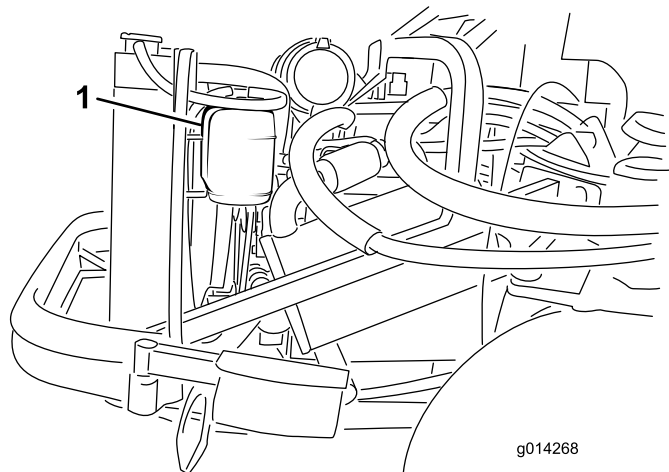

図 34
1. 液量の点検は補助タンクで行う(図 34)。タンク側面についている2本のマークの間であれば適正である。